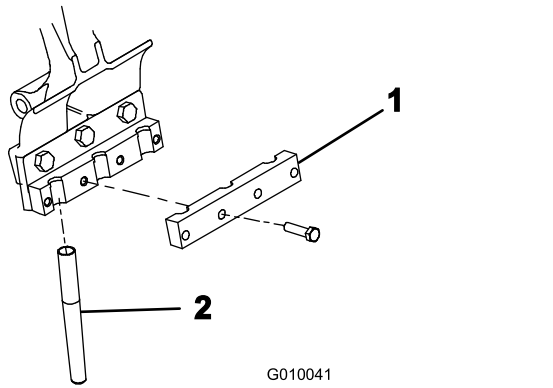

图 24
5. 用 4 个螺栓 ($\frac{3}{8}$ x $1\frac{1}{2}$ 英寸) 将打孔针夹具松松地固定到各个打孔针夹头上 (图 24)。切勿将螺栓拧得过紧。